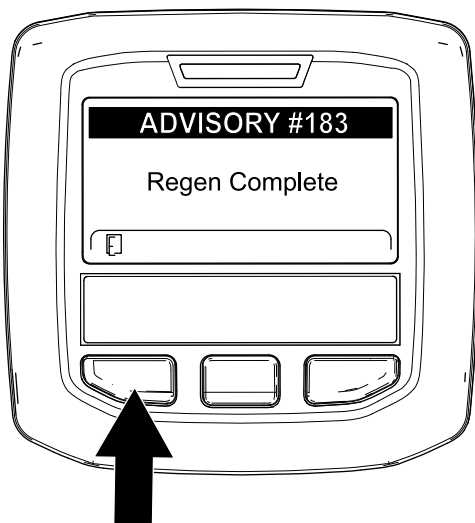

図 50
- 駐車再生 やりかばり再生 が終了すると、インフォセンターにアトバイス No. 183 が表示される 図 50。左ボタンを押してホーム画面に戻る。
注 再生に失敗した場合は、インフォセンターにアドバイス No. 184 図 50 が表示される。左ボタンを押してホーム画面に戻る。